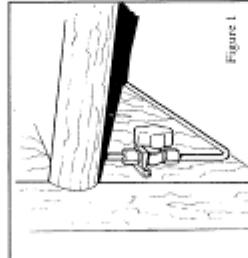

Figure 1
les vannes en cas de danger. (fig. 1)
- Feche as ondas de segurança do circuito (no armário debaixo do foot) e saia sempre com as ondas de segurança fechadas. Fechar imediatamente todas as ondas de segurança em caso de perigo. (fig. 1)